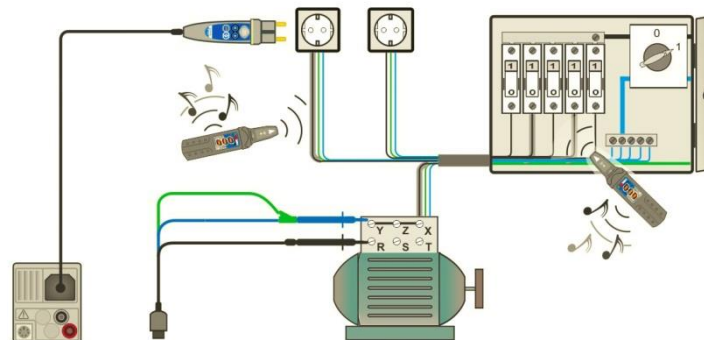

Abbildung 7.122: Aufspüren von Leitungen in Wänden und in Schränken
- › Schließen Sie die Prüfleitungen am Prüfling an (siehe **Abbildung 7.122** und **Abbildung 7.123**).